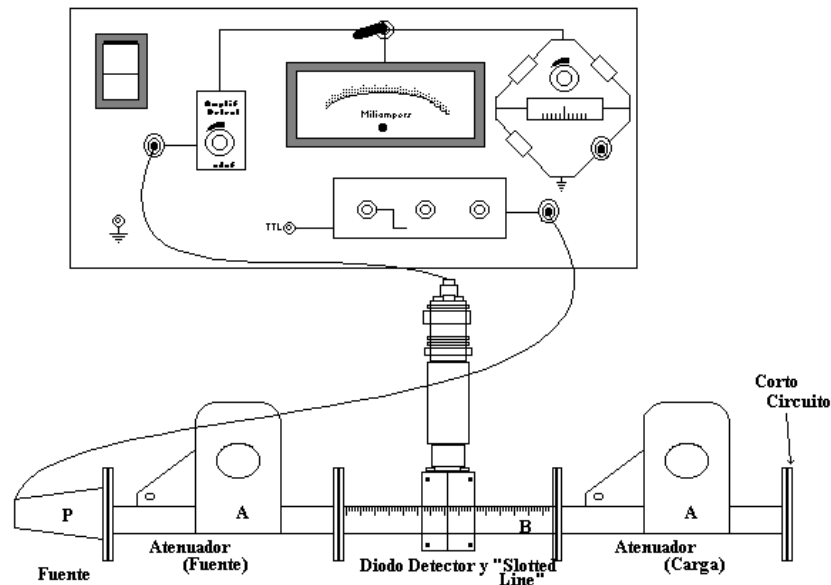

Figura 3 Mediciones de potencia
Para hacer una medición con una prueba y un diodo sensor, se puede hacer una conexión como la que se muestra en la figura 3.
- 2) Realice las conexiones mostradas en la figura 3 para poder medir la potencia registrada en la línea ranurada.